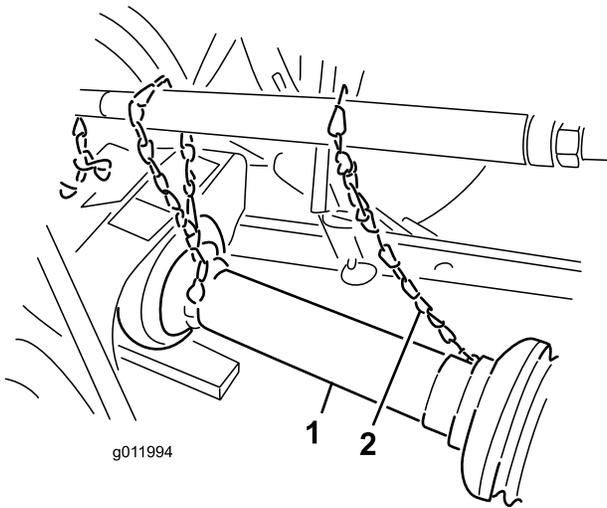

図 6
5. パワーシャフト部からのガード回り止め用の安全チェーンを、リンクアームに溶接されているクリップまたは PTO ガードに接続する 図 6。